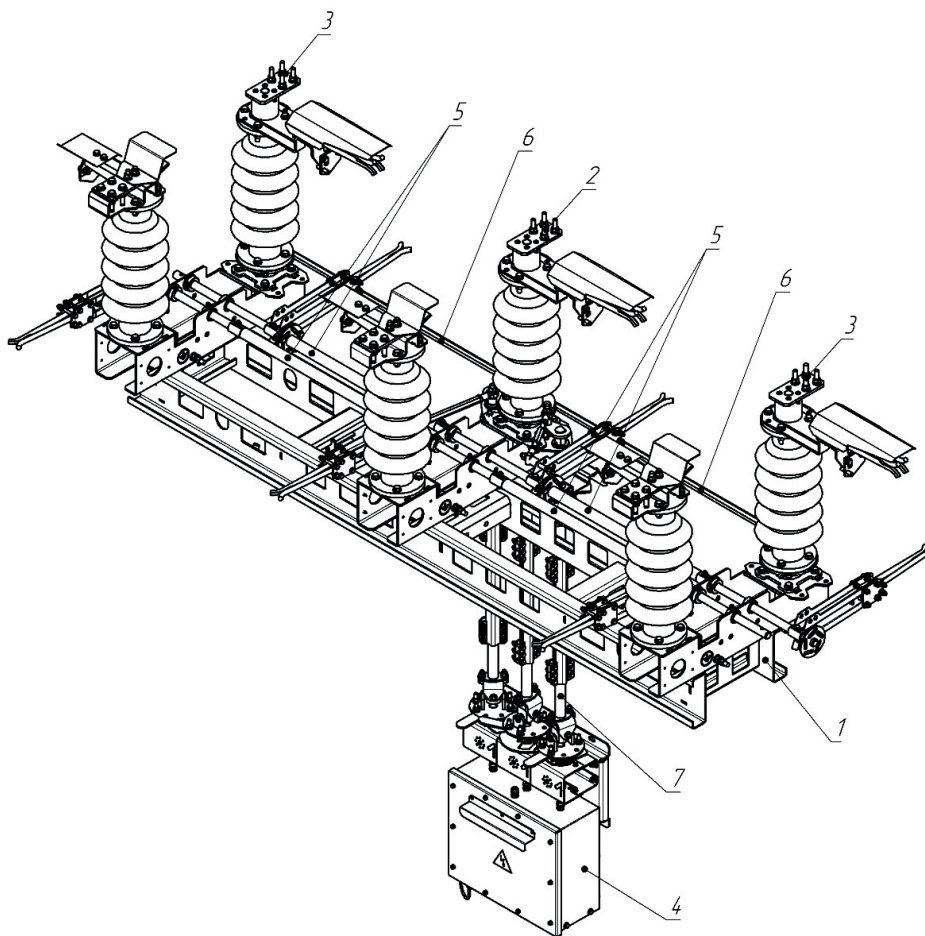

Рисунок 4.5 Трехполюсный разъединитель с приводом
4.4 Трехполюсный разъединитель с приводом показан на рис. 4.5.